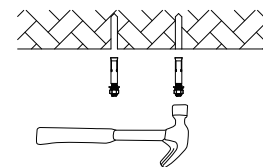

Figure 4
2. Fixez la vis dans le trou à l'aide d'un marteau (Figure 4).